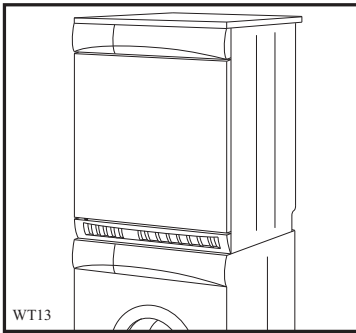

Fig 10
- modellen met voetstuk (fig. 10, 11, 12 en 13).